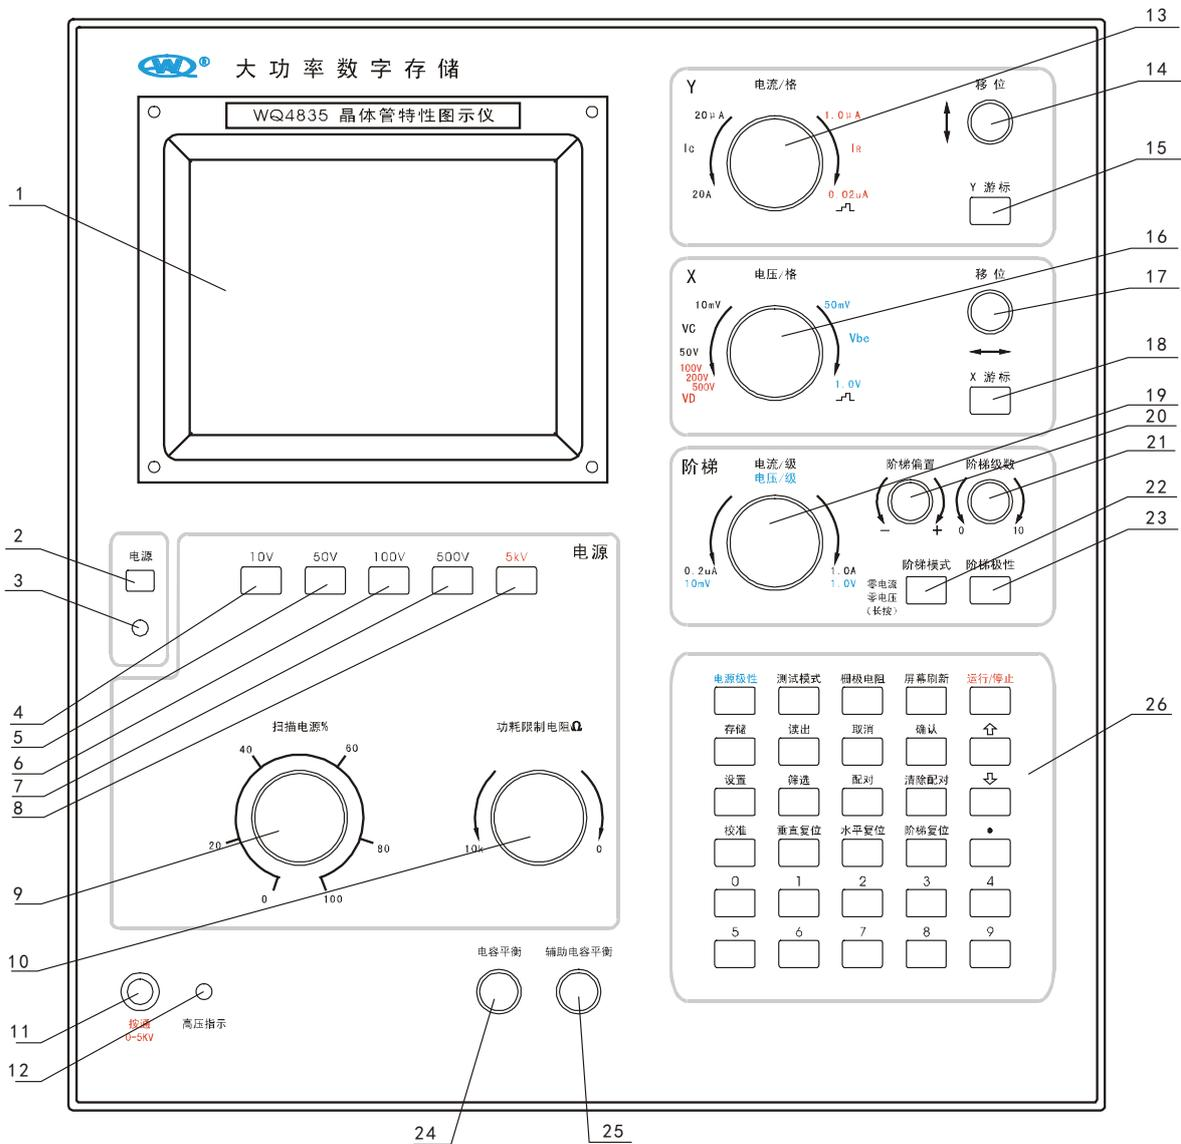
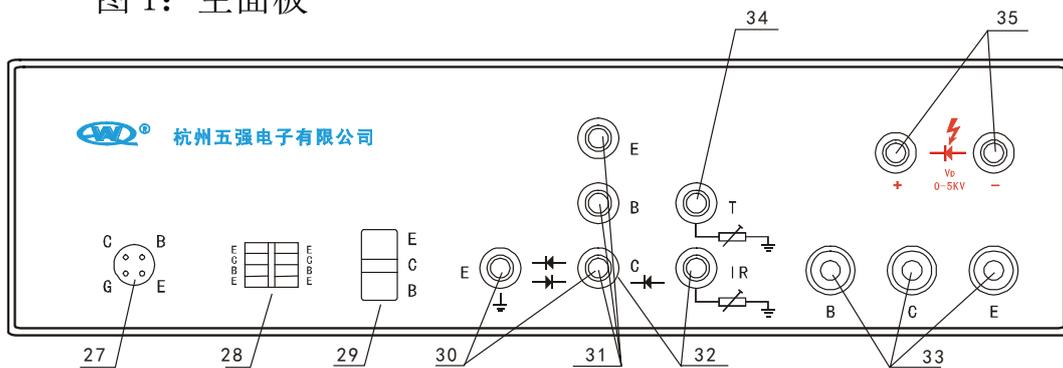
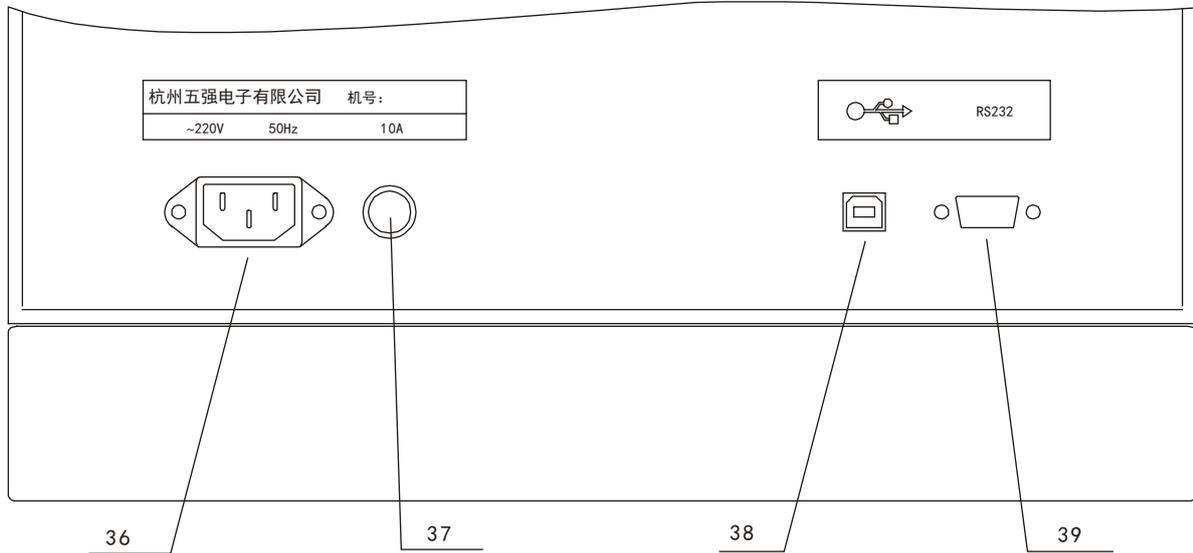

图 1：主面板
图 2：测试台面板
图 3：后面板
5.1 主面板旋钮及按键功能说明；测试台面板说明；后面板功能说明。主面板示意图见图 1，测试台面板示意图见图 2，后面板示意图见图 3。功能说明见表格 2。